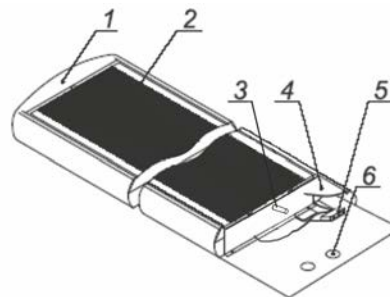

Рис.3
(для моделей TCH A8C 800, TCH A8C 1000, TCH A8C 2000 располагается под съёмной крышкой 4 (см. рис.3))
2. Снимите крышку 4 (см. рис.3) с обогревателя и достаньте монтажный комплект.